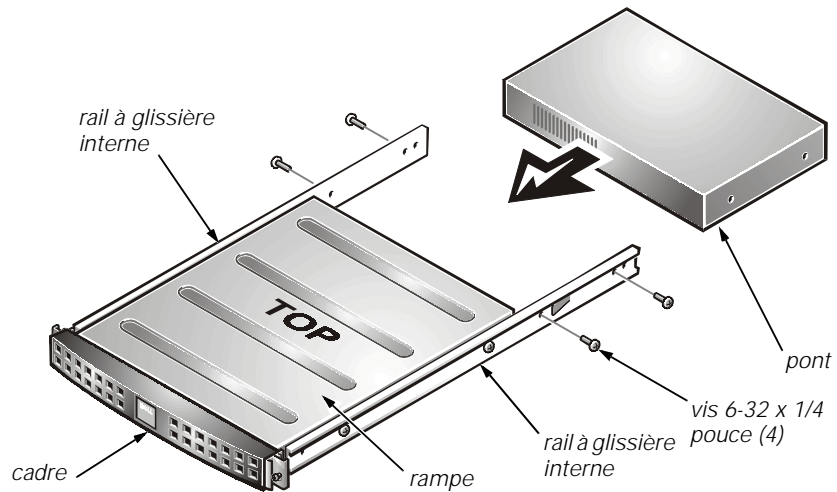

Figure 2-3. Montage du pont sur la rampe
3. Alignez les trous des rails à glissière interne avec les trous situés sur le côté du pont (voir la figure 2-3).